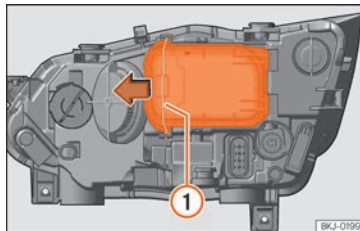

Fig. 102 En el vano motor: retirar la tapa.
- Desplace el tirante » » » fig. 102 (1) en el sentido de la flecha y saque la tapa.